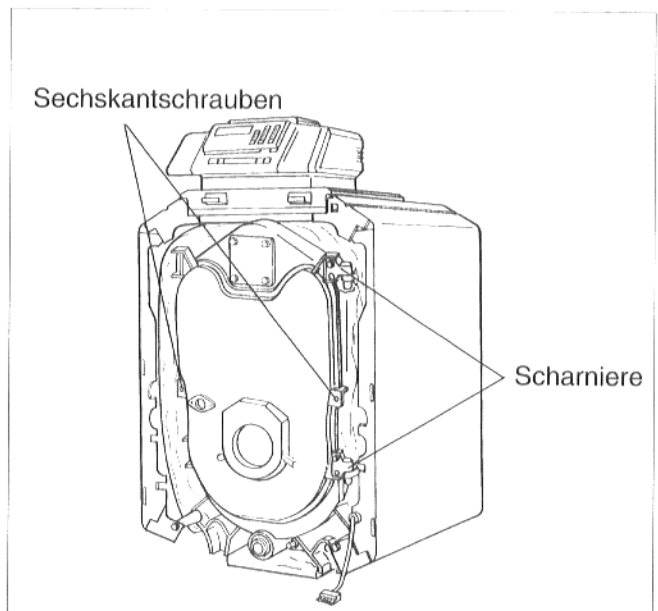

Abb. 35
- Sechskantschrauben an der Brennerverkleidung heraus-schrauben, die Brennerverkleidung öffnen und aushängen (Abb. 35).
- Scharniere an der Brennerverkleidung und am Vorderglied demontieren und spiegelbildlich auf der gegen-überliegenden Seite montieren (Abb. 35).
- Sechskantschrauben links und rechts an der Brennertür heraus-schrauben. Brennertür auf-schwenken (Abb. 35).